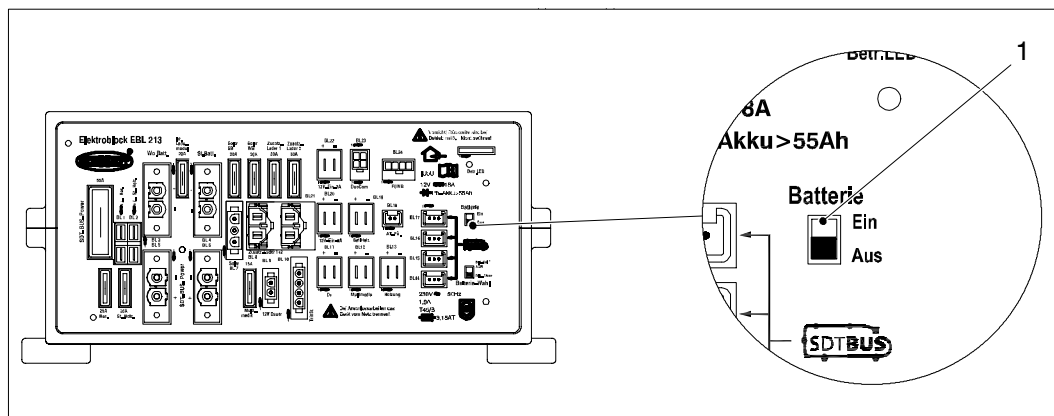

Bild 10 Batterieschalter
- Den Schiebeschalter "Batterie" (Abb. 10, Pos 1) am Elektroblock EBL 213 in Stellung "Aus" schieben.
Liegt hier ein Kurzschluss vor, ist dieser zu beseitigen und das System mit dem Schiebeschalter "Batterie" (Abb. 10, Pos 1) für die Zeitdauer von ca. 2 min. stillzulegen und vom 230 V-Netz zu trennen. In dieser Zeit setzen sich die Polyswitch-Sicherungen des EBLs und der Busmodule selbstständig zurück.